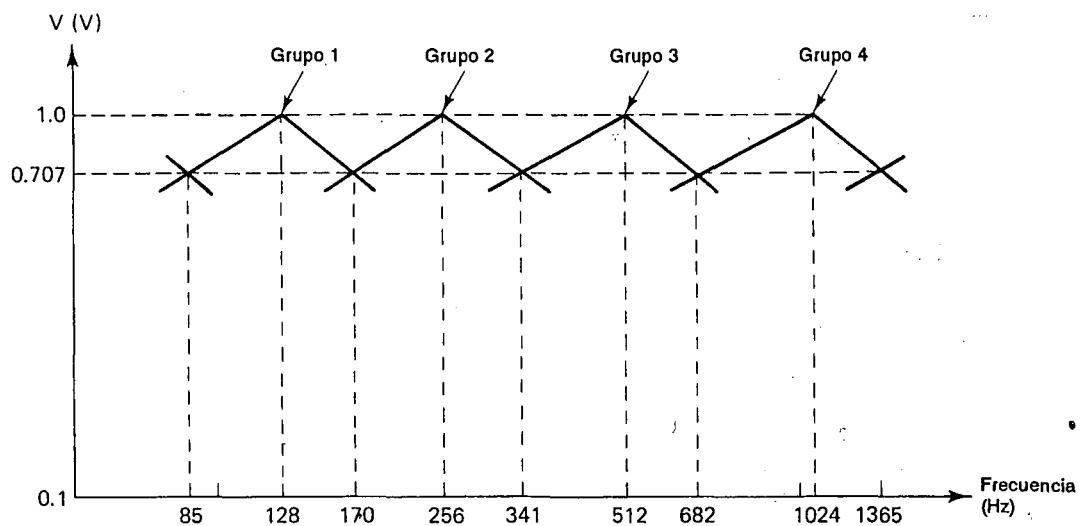

FIGURA LE11-3A
- 11-3. Un ecualizador de estéreo de 10 bandas permite al operador sumar, incrementar o disminuir la señal en ciertas frecuencias a lo largo del espectro de audio; el ecualizador estará equipado con 10 controles para los distintos canales. Los 10 controles dividen el espectro de audio en 10 octavas. La frecuencia central de los intervalos de cada octava son 32, 64, 128, 256, 512, 1024, 2048, 4096, 8192 y 16,384 Hz. Por tanto, el circuito principal del ecualizador es un filtro pasa banda con las frecuencias centrales antes mencionadas. Si el circuito se diseña con una $Q=1.5$, el 0.707 señala en el espectro de frecuencias el punto donde cada filtro se interseccará con su vecino. En la figura LE11-3a se observan las gráficas correspondientes a las frecuencias de 128, 256, 512 y 1024 Hz.